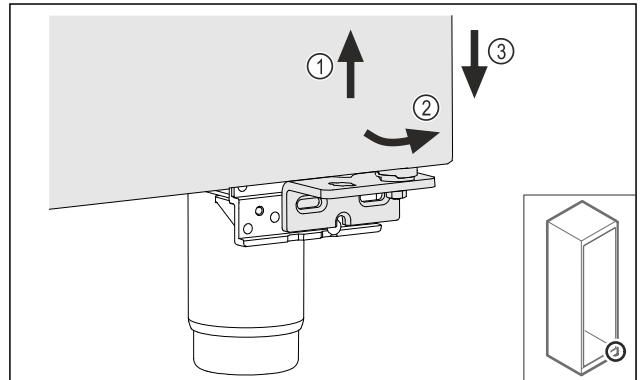

Fig. 26
- Løft døren litt Fig. 26 (1), vipp den fremover på den nedre delen Fig. 26 (2) og senk den ned Fig. 26 (3).